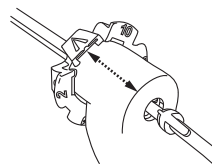

Figura 2 – Allineamento dell'applicatore nella sonda
3. Inserire l'applicatore nel dispositivo per biopsia. Far avanzare l'applicatore per allineare l'indicatore giallo a chiave (C) con la freccia bianca della rotella zigrinata della sonda per biopsia. Si veda la Figura 2.
4. Alloggiare completamente l'applicatore nella sonda per biopsia. Verificare l'allineamento corretto dell'apertura dell'applicatore rispetto alla camera per biopsia, garantendo l'allineamento corretto dell'indicatore giallo a chiave (C) con la freccia bianca della rotella zigrinata della sonda per biopsia (Figura 2).
5. Distribuire immediatamente tutte le palline facendo avanzare lo stantuffo (A).